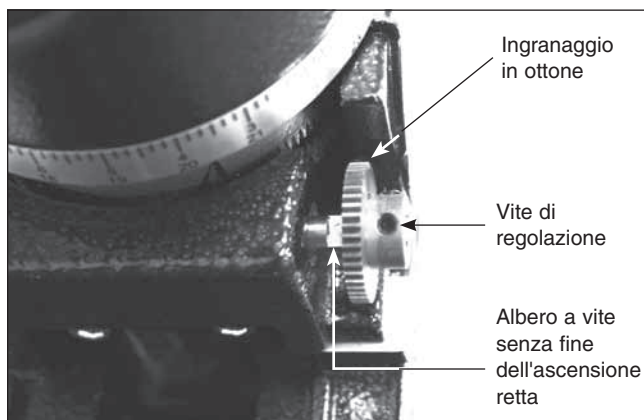

Figura 5. Corretto orientamento dell'ingranaggio in ottone per l'asse di ascensione retta
- Far scorrere l'estremità con ingranaggio di uno dei piccoli ingranaggi in ottone sull'albero a vite senza fine come mostrato nella **Figura 5**. Ruotare il piccolo ingranaggio in ottone in modo che una delle viti di regolazione preme contro la parte piatta dell'albero a vite senza fine dell'ascensione retta. Fissare il piccolo ingranaggio in ottone serrando le viti di regolazione con la chiave esagonale da 2 mm in dotazione, ma non stringere eccessivamente. Potrebbe essere necessario apportare piccole modifiche alla posizione dell'ingranaggio per consentire il suo corretto inserimento, come descritto nel passaggio successivo.